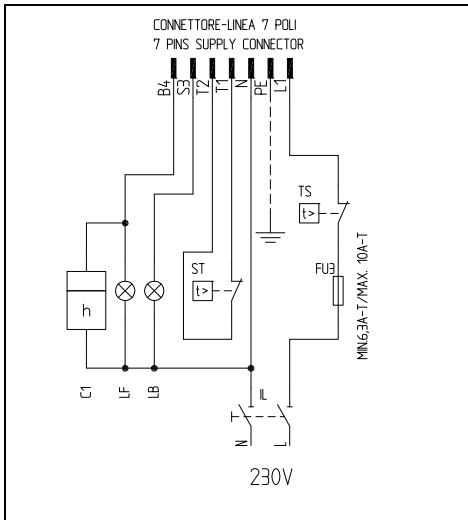
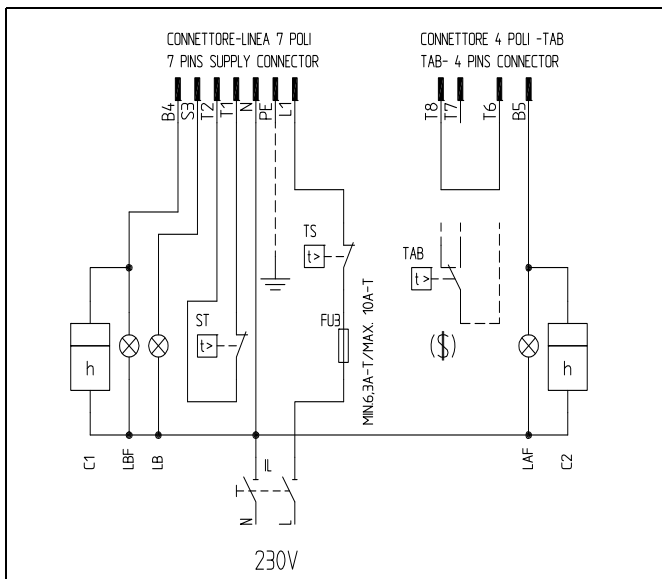
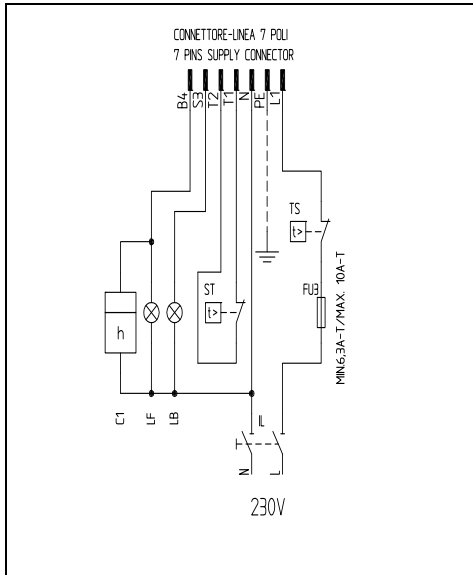
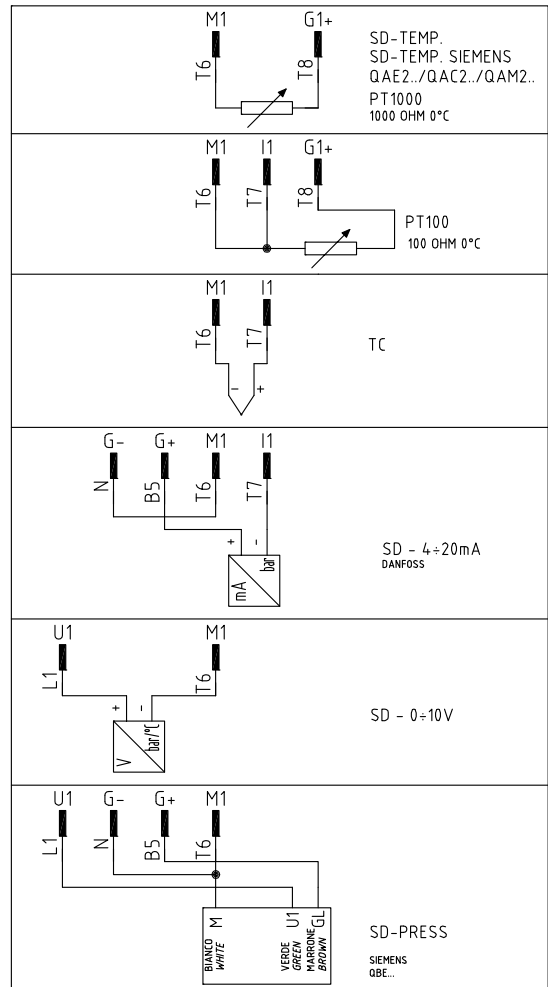

Fig. 34 - Conector 7-polos
Fig. 36 - Conectores 7 y 4 polos
Fig. 38 - Conector 7-polos
Fig. 40 - Conector 4-polos por conexión de las sondas
| <p>Conector de alimentación del quemador(Fig. 34 - Fig. 36 - Fig. 38)</p> <p>Conector de conexión de las sondas(quemadores modulantes, Fig. 40)</p> |  <p style="text-align: right;">Fig. 31</p> |
| <p>Conector llama ALTA/BAJA(quemadores progresivos, Fig. 36)</p>  |  <p style="text-align: right;">Fig. 32</p> |
- 2 poner en marcha el quemador poniendo en ON el interruptor principal **A** del quemador (Fig. 36): en caso de bloqueo (indicado dal LED **B** del cuadro de control) presionar el botón **RESET (C)** puesto en el cuadro del quemador (ver Fig. 36).